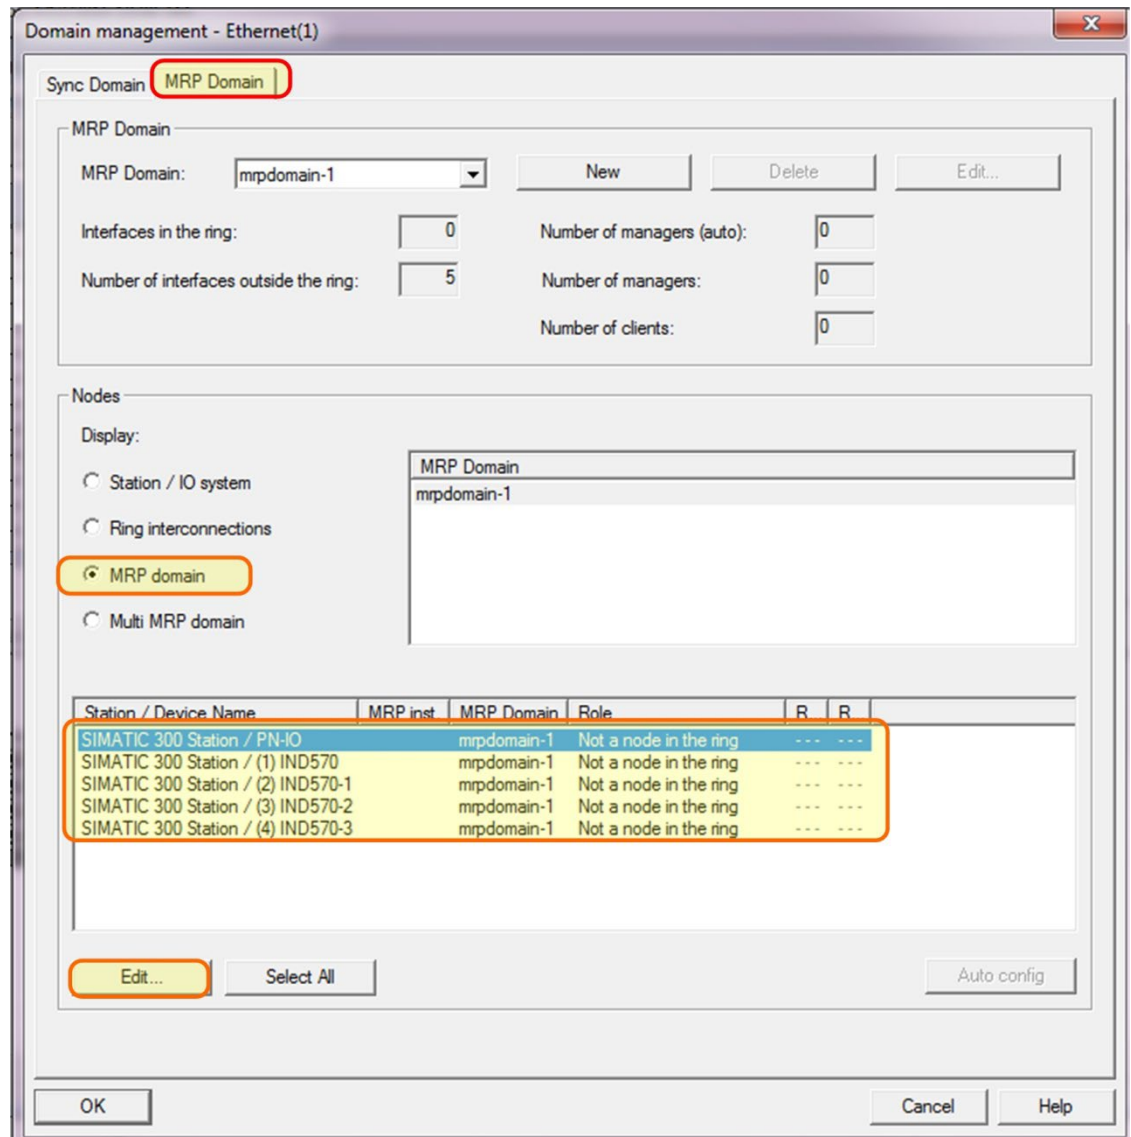

Abbildung 7-63: Bearbeitung der Geräteeigenschaften
2. Bearbeiten Sie die Eigenschaften der einzelnen Geräte entsprechend Abbildung 7-63.